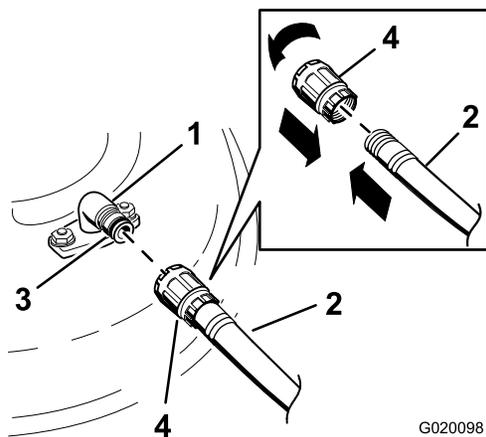

Рисунок 75
3. Подсоедините шланговую муфту к концу штуцера промывки газонокосилки и установите регулятор подачи воды в положение большого расхода (Рисунок 75).